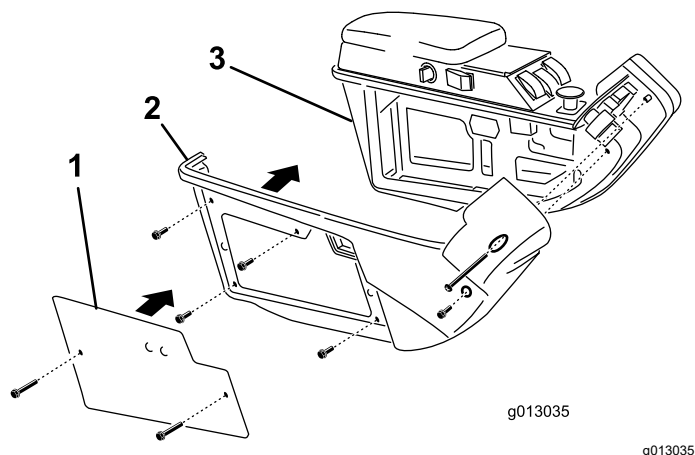

Figura 12
- Rimuovete le 2 viti che fissano la piastra alla copertura destra del braccio di comando (Figura 12).
- Rimuovete le 6 viti che fissano la copertura destra al lato destro del braccio di comando (Figura 12).